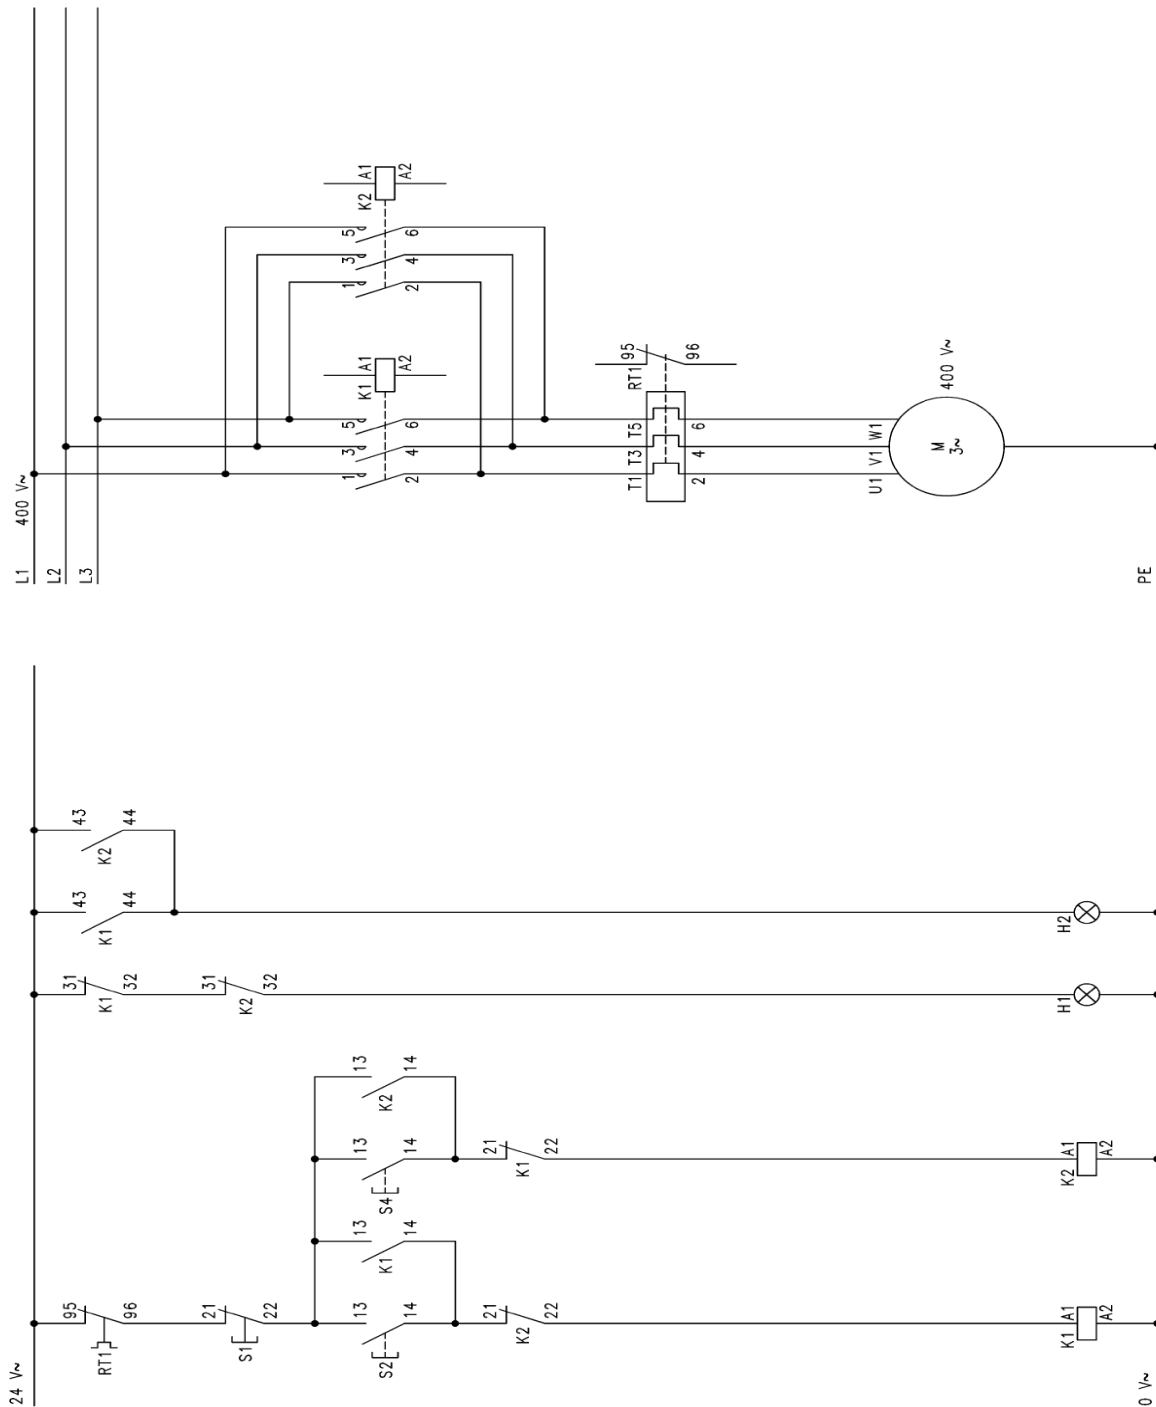

Figure 4 : Circuit de puissance et de commande d'un téléinverseur de marche pour moteur asynchrone triphasé
- a. Raccorder les dispositifs comme indiqués dans la figure 4.